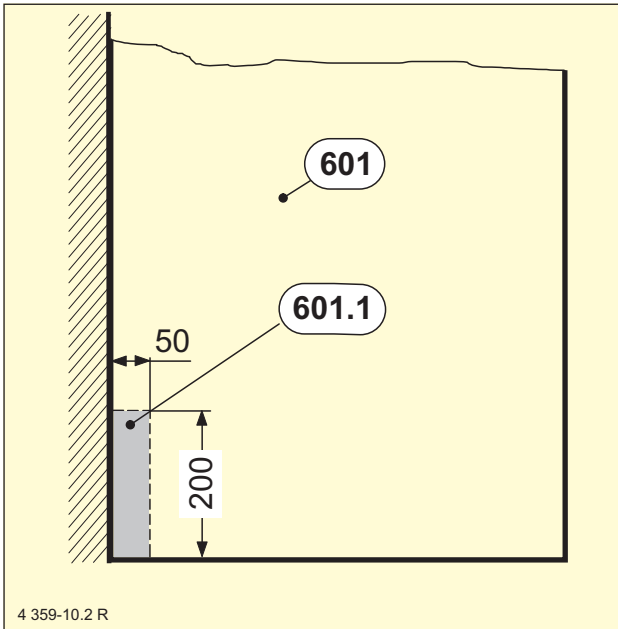

Bild 34
► Beim seitlichen Verziehen der Anschlussleitungen durch die GWZ-1 Ummantelung (Zubehör Nr.601) sind die Maße der Aussparung (siehe Bild 34) in den Seitenteilen der Ummantelung zu beachten.